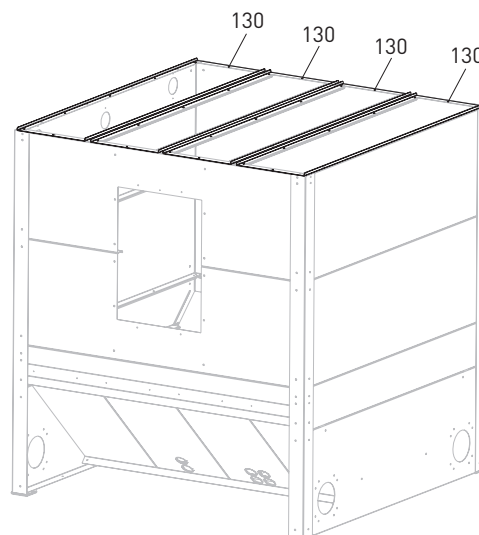

Fig. 14 Montaggio degli elementi del cielo
Appoggiare i 4 elementi del cielo (130) in alto, praticare i fori con un punteruolo o un punzone (non con il trapano) e avvitare gli elementi dall'interno con **viti autofilettanti TT M6 (appuntite)**. Iniziare il montaggio dal lato posteriore, le ultime viti vengono montate davanti – Fig. 14.